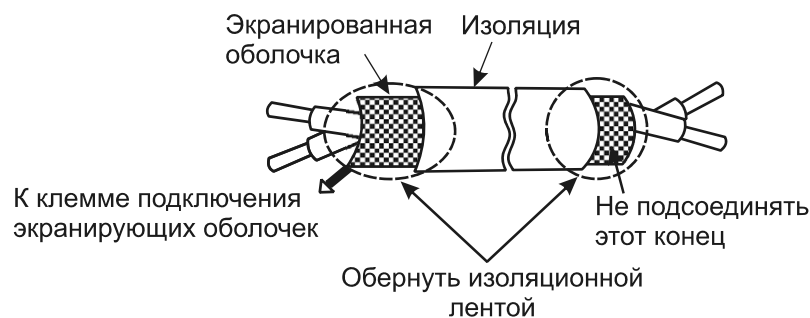

Рис. 3. Концевая заделка экранированного кабеля
3. Используйте витую пару или экранированную витую пару проводов для управляющих цепей, чтобы избежать сбоев в работе привода. Заделайте концы кабелей, как показано на рис. 3. Общая длина провода не должна превышать 50 м.